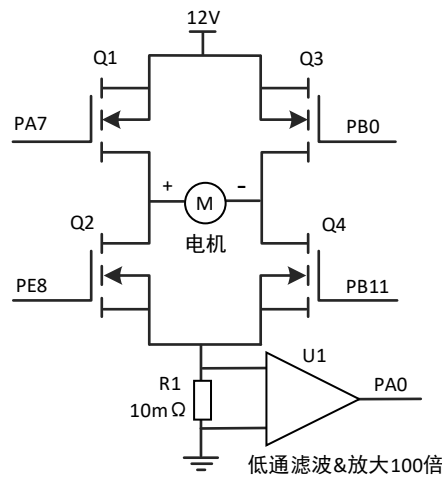

图 8 电机控制 H 桥和电流采集电路
图 8 为某系统中的电机控制电路，主要包含四个 MOS 管构成的 H 桥电机驱动电路、电流采样电阻 R1 和低通滤波&放大电路等。其中 R1 电阻的阻值为 10 毫欧姆，U1 为低通滤波和放大电路，放大倍数为 100 倍，放大后的信号连接到 STM32F407 的 PA0 引脚作为 AD 采样的输入，并且在电路设计时，选择 ADC 的参考电压 Vref 为 3V。STM32F407 的引脚 PA7、PE8、PB0 和 PB11 分别接到 MOS 管 Q1、Q2、Q3 和 Q4 栅极。
(2) (4 分) 图 8 中假设电机“+”极通以正电压，电机实现正转，电机的平均电压可以实现 0V-12V 的调节，对应的油门范围为 0%-100%，采用全桥驱动。那么，如果要想实现电机正转，当油门为 50%时，PA7、PE8、PB0 和 PB11 引脚分别输出波形是什么？